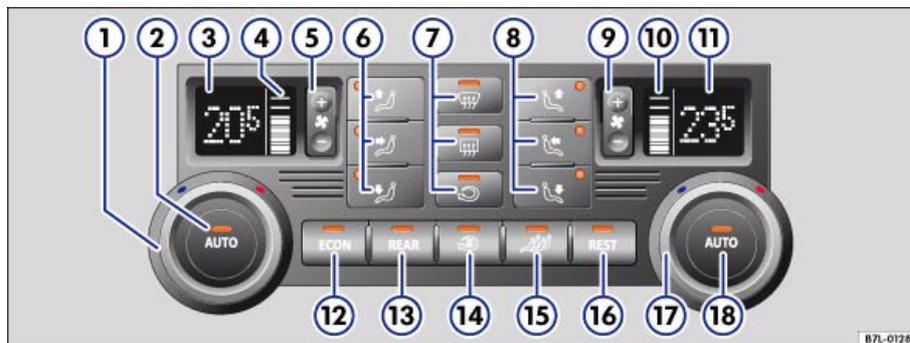

Abb. 89 In der Instrumententafel: Bedienelemente der 4C-Climatronic (vorne)
- Drehen Sie den Temperaturregler ⇒ Abb. 89 ① oder ⑰, um die Temperatur für die linke bzw. rechte Seite einzustellen.